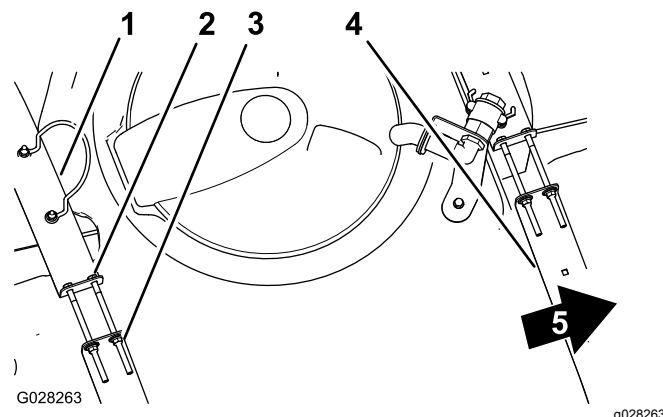

Figura 18
2. Compruebe si hay holgura entre los flejes y el depósito (Figura 18).
3. Si los flejes tienen holgura, apriete las contratuercas con arandela prensada y los pernos del extremo superior de los flejes hasta que los flejes queden apretados contra la superficie del depósito (Figura 18).